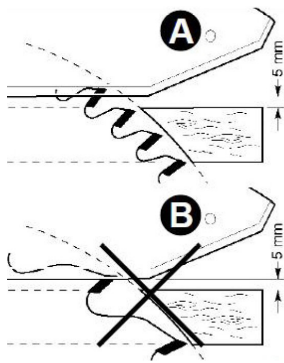

Abb. 19: Zähnezahl eines geeigneten Sägeblatts: A
- Geeignetes Sägeblatt wählen: Es sollten immer mindestens 2 - 3 Zähne gleichzeitig das Werkstück schneiden (A, Abb. 19).